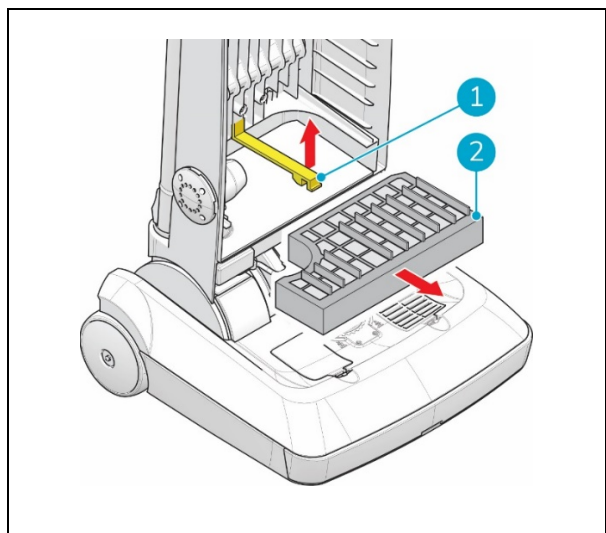

Figure 22
2. Levez la pince jaune (Figure 22, pos. 1).
3. Retirez l'ancien filtre à cassette (Figure 22, pos. 2).